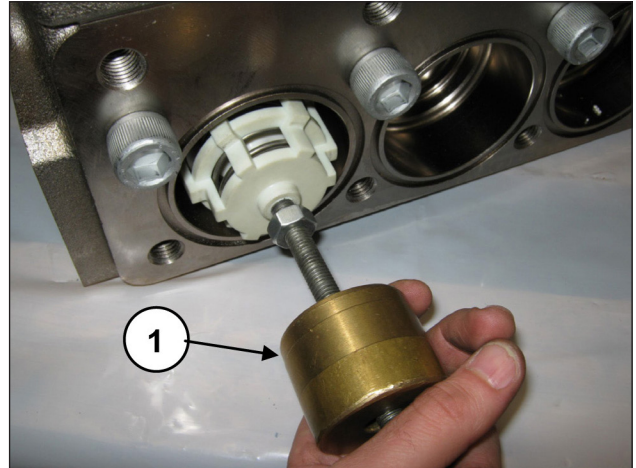

Fig. 138
Extraire le groupe de la soupape d'aspiration en utilisant un outil à inertie (réf. 27516400) appliqué à l'orifice M10 du guide de soupape (rep. ①, Fig. 138).